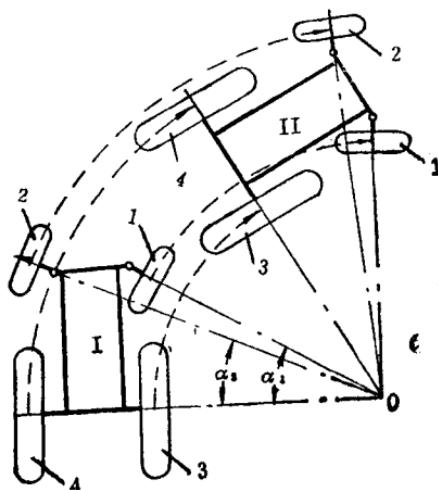

图3 轮式拖拉机的转向
4. 拖拉机怎样转向：在图3上，拖拉机从位置Ⅰ前进到位置Ⅱ，两只前轮（导向轮）通过一套特殊的机构——转向梯形机构，使车轮1和车轮2转过不同的转角 α_1 和 α_2 ，保持四只轮子有一个共同的转向中心（图中所示的O点），两